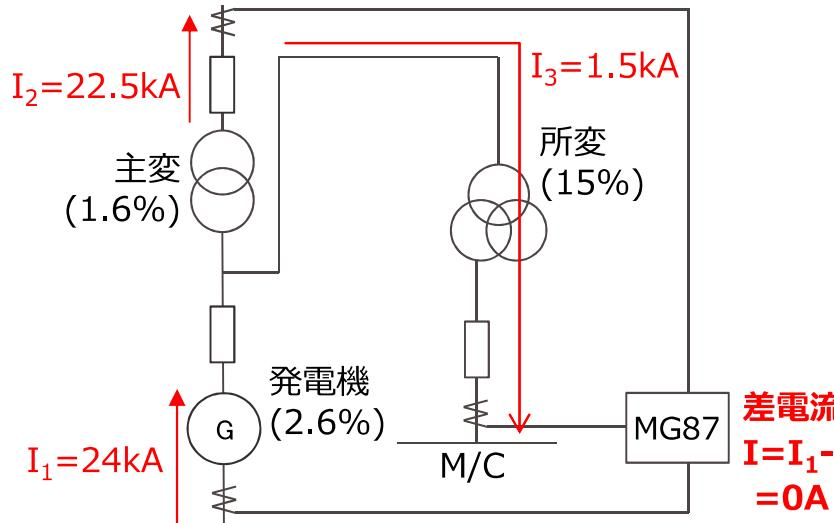

図1 MG87保護回路イメージ
- ✓ しかし、詳細解析を実施したところ、図1～3に示す通り所変2次側事故（所変受電遮断器HEAF）の場合、MG87の動作判定条件となる差電流が小さくなり、不動作域に移る可能性があることが判明した。
- ・通常は、図1に示す電流の流れとなり差電流Iは0となりMG87は動作しない。